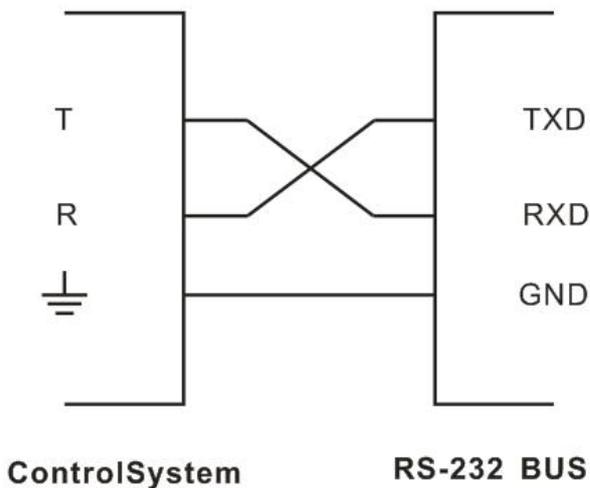

图 3.2.1 RS-232 连接示意图
- ① 配置 232: 232 串口的 TXD 和 RXD 接主机上其中一组 T R，其中外接 232 设备端的 TXD 接主机的 R，RXD 接主机的 T。（见图 3.2.1）